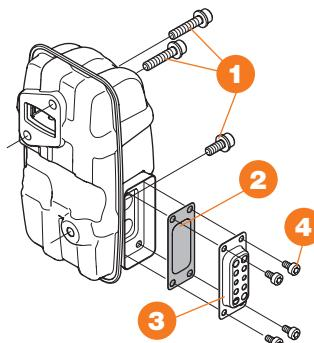

Рис. 11
- Снимите выхлопную трубу 3, открутив винты 4 (Рис. 11).
- Снимите предохранитель от искр 2 (Рис. 11).
- Регулярно проверяйте, чтобы глушитель был целым и правильно закреплен. Затяните болты **1** на 8-12 Нм (Рис. 11).
- Проверьте, что глушитель и выхлопная труба правильно закреплены. Затяните болты **4** с моментом 2-3 Нм. (Рис. 11).